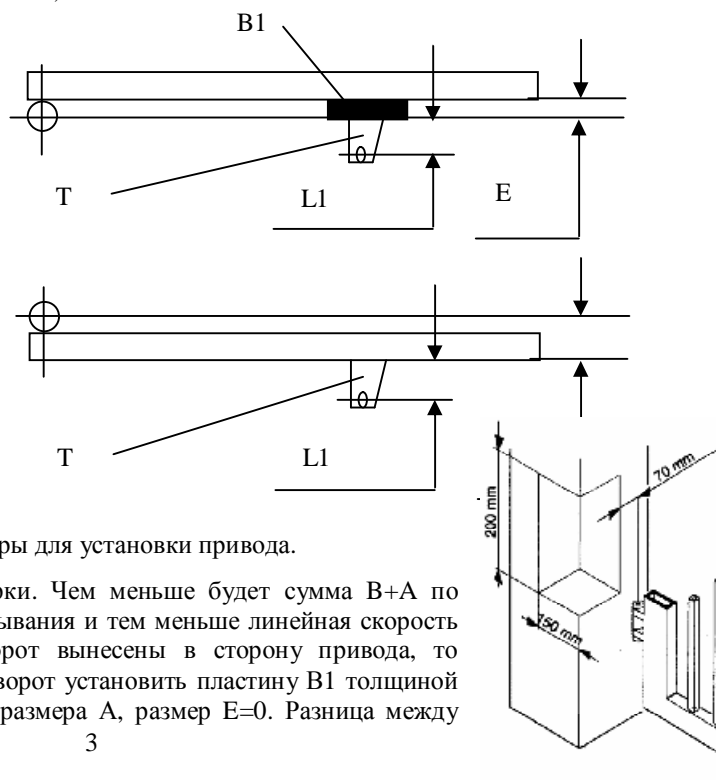

Рис. 6
размерами В и А не должна превышать 40 мм, несоблюдение этого условия приведет к большой разнице линейных скоростей в фазах «Открывания» и «Закрывания». Если расстояние D не позволяет установить привод и задний кронштейн укорочен максимально, выберите нишу в столбе как показано на рис. 6. В таблице 1 приведены примеры размеров В и А.
- зафиксируйте задний кронштейн к стене к пластине (в комплекте не прилагается) с размерами указанными на рис. 6 сваркой;